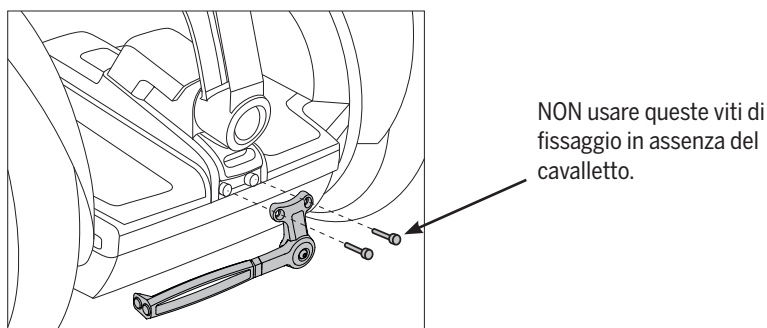

Figura 2. Fissaggio del cavalletto
3. Posizionare il cavalletto sopra la mascherina frontale della console in modo da allineare i fori. Vedere **Figura 2**.
4. Chiudere le due viti di fissaggio fornite con il kit sul cavalletto e sulla mascherina frontale della console. Vedere **Figura 2**. Serrare le viti di fissaggio a una coppia di **1,5 Nm (13 in-lbf)**.